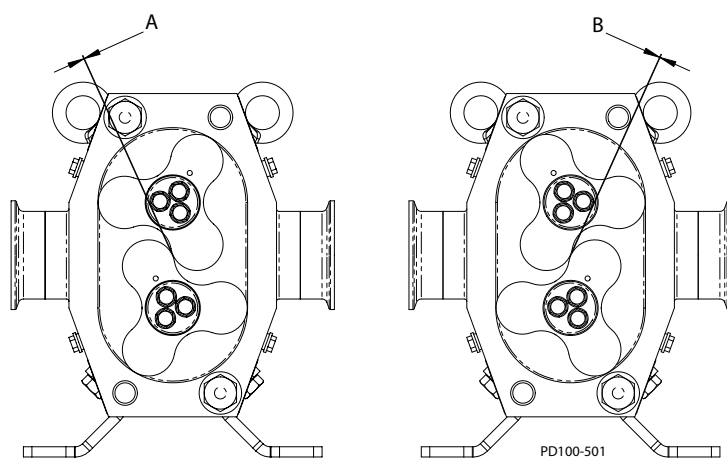

Abb. 63 - Rotorspiel
10. Prüfen Sie das Spiel zwischen den Rotoren an der in Abb. 63 gezeigten Position.
11. Das in Abb. 63 gezeigte Spiel „A“ und „B“ muss an allen Positionen innerhalb der in Tabelle 11: aufgeführten Toleranzen liegen. Stellen Sie die Zahnradposition an der Antriebswelle wie erforderlich ein.